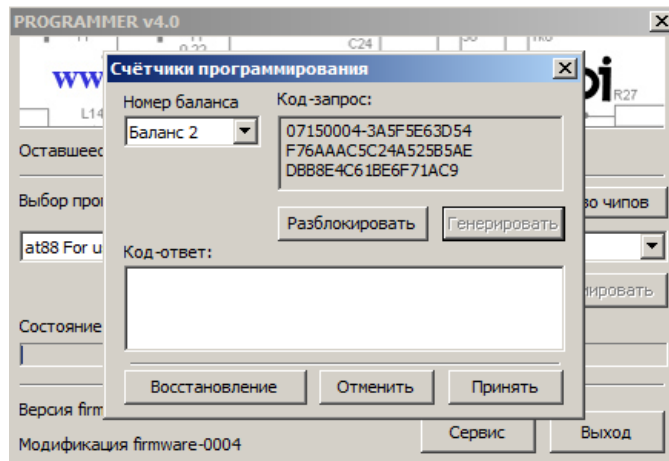

Рис. 3
3. После нажатия кнопки «ОК» в окне «Код-запрос» появится код, который нужно будет отправить Дилеру его можно выделить и скопировать в буфер обмена отправив Дилеру посредством e-mail или ICQ, либо любым другим способом. (рис. 3)